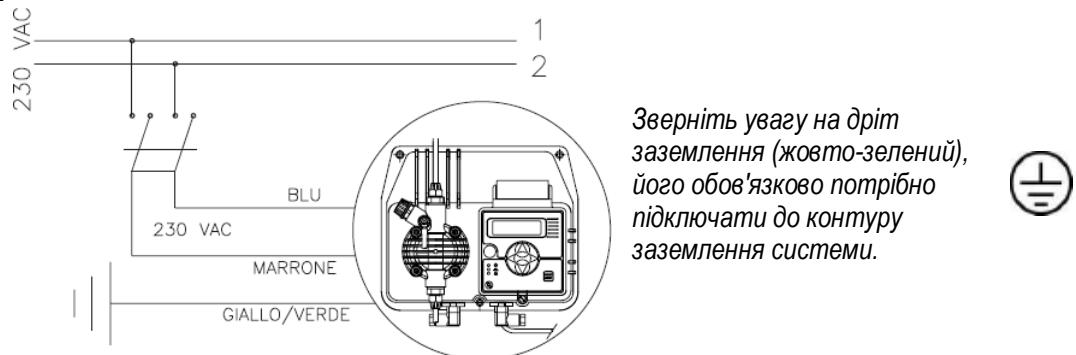

Рис. 4
1. Від'єднати вилку кабелю електро живлення від електричної розетки 220V або вимкнути живлення двополюсним вимикачем з мінімальною відстанню між контактами 3 мм (Рис. 4)
1. Від'єднати Піни від електричної розетки або вимкнути живлення двополюсним вимикачем з мінімальною відстанню між контактами 3 мм (Рис. 4)
b. – Перед початком установки ознайомтеся з правилами електричних підключень у вашому регіоні. (Рис. 4)